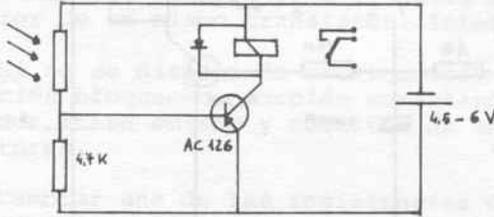

Fig 109
- Montar el circuito de la fig.109. Con los contactos del relé puede gobernarse otro circuito (no representado en el esquema): bombilla, zumbador, motor, etc. Para evitar voltajes elevados puede utilizarse el óhmetro tal como se ha indicado en P.1.